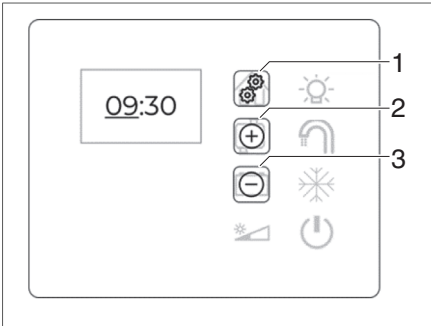

Figura 61 Ajustar la hora
- Mantener pulsada la tecla de inicio (Figura 61, 1).
- Con las teclas de control (Figura 61, 2) y (Figura 61, 3) se aumenta (+) o disminuye (-) la visualización de la hora en una unidad.
- Presionar la tecla de inicio (Figura 61, 1).
- Con las teclas de control (Figura 61, 2) y (Figura 61, 3) se aumenta (+) o disminuye (-) la visualización de los minutos en una unidad.